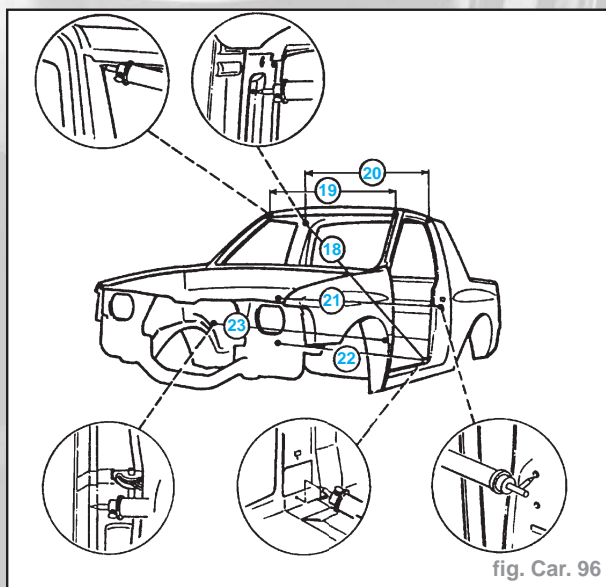

fig. Car. 96
**FRONTERA SPORT (fig. Car. 96)**